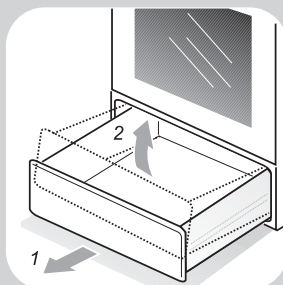

Рис. 19
- Как достать выдвижной ящик, показано на рис. 19.